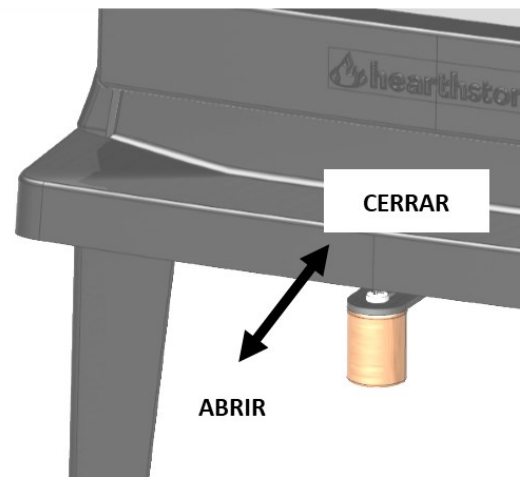

FIG. 5
La posición intermedia es en el caso general la óptima, dependiendo, no obstante, de la calidad y tiro de la chimenea instalada y tipo de combustible empleado (maderas duras o blandas) (Fig. 5).
1. Abrir la válvula de regulación de aire del aparato completamente (Fig. 5)